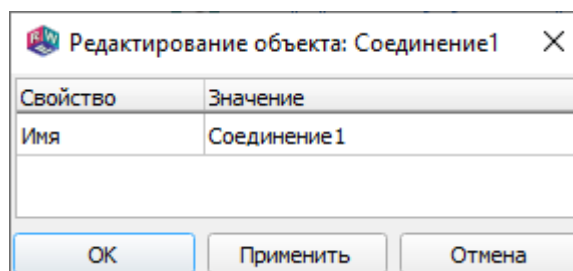

Рис. 65
11.5.1. Для редактирования имени соединения выполнить команду его контекстного меню «Свойства» (п. 16.6.6). Появится диалоговое окно «Редактирование объекта: Соединение» (рис. 65), в котором для параметра *Имя* задать новое наименование.